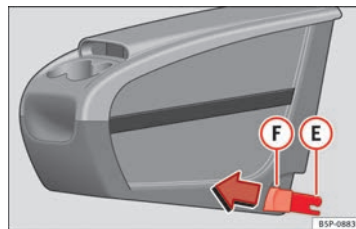
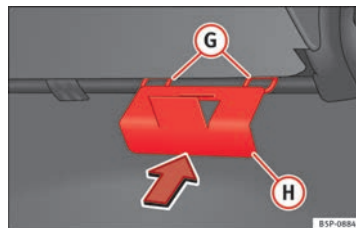

Fig. 107 Portaobjetos móvil. Montaje.
Fig. 108 Placa de fijación del portaobjetos móvil.
- Coloque desde el interior del vehículo la placa de fijación **H** ⇒ fig. 108 del portaobjetos móvil, por la parte posterior del asiento. Debe estar situada entre el respaldo y el cojín, en la zona de la plaza central.
- Encare las dos piezas de fijación **E** ⇒ fig. 107, con las dos anillas de fijación **G** ⇒ fig. 108 y presione con fuerza hasta que las dos pinzas clipen totalmente con las anillas.
- Tire de cada uno de los botones ⇒ fig. 107 **F** de las pinzas (botones rojos) hacia delante, hasta oír que ha desclipado.